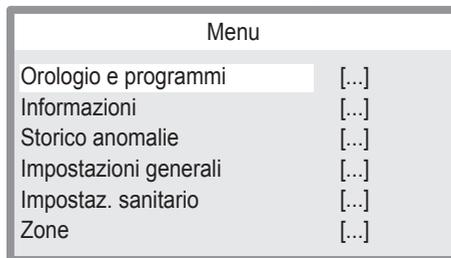

Figura 2.34
- Premere i tasti 12 o 13 (Figura 2.32) per selezionare il menu desiderato (Figura 2.34).